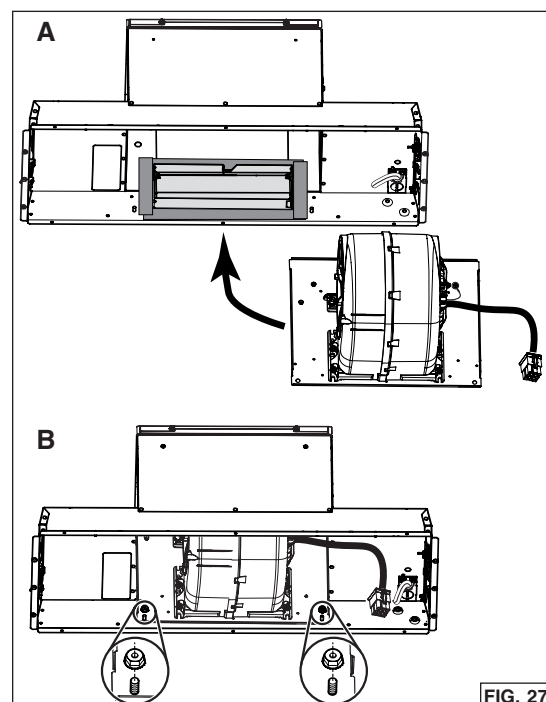

FIG. 27
5. Inserte el ventilador y su placa al interior de la campana, dónde estaba la placa trasera (A). Fije la placa a la campana usando las 2 tuercas retiradas previamente al paso 8 en la página 11 (B) (FIG. 27).